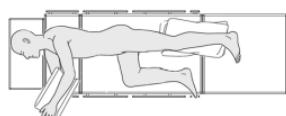

Figura 1
- Posicione o paciente em decúbito lateral (lado esquerdo para cima) (Figura 1).